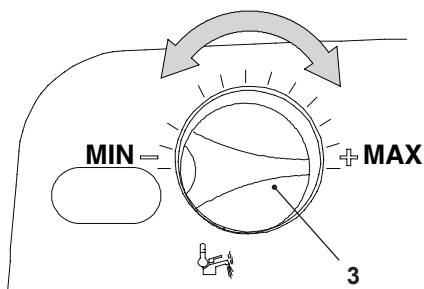

Fig. 7.7
- Ruotare la manopola regolazione temperatura sanitari **3** in Fig. 7.7 al massimo, sul display LCD compare la seguente visualizzazione (la sequenza **P09** si alterna a **07**).